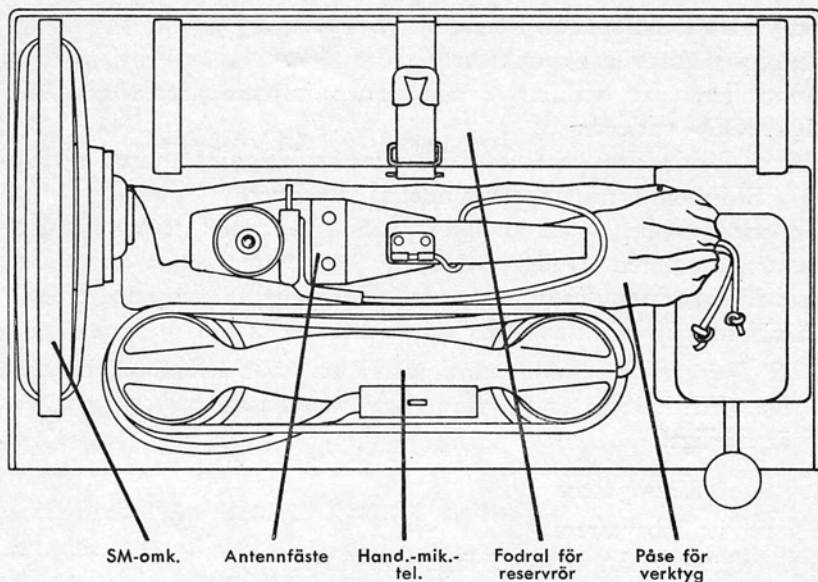

Bild 3. Packningsplan för sändaren.
- 35 Stationens brytande sker i omvänd ordning mot vad som angivits under 3. 2. Tillse att alla tillbehör packas på rätt plats (se bild 3, 4) och kontrollera, om tiden medger, med tillhjälp av satsförteckningen att inga tillbehör kvarglömts.